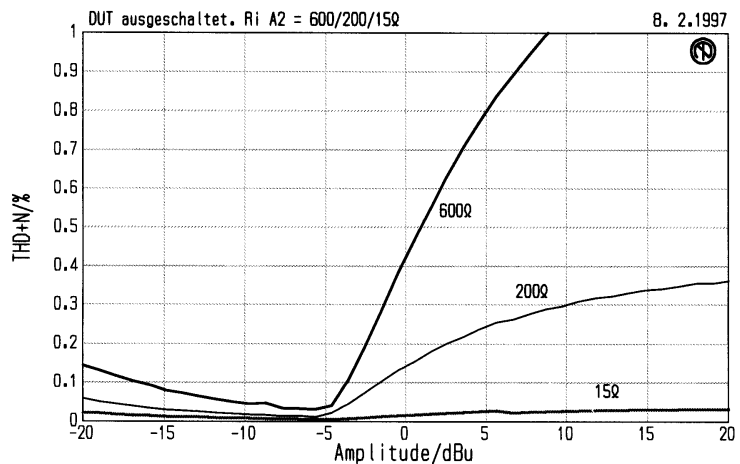

Bild 12 Ausgeschalteter Prüfling
**Bild 12** zeigt einen THD+N Amplitudensweep eines solchen Gerätes, vor der Umrüstung mit einem Serienwiderstand im Eingang. Im entsprechenden Studio wurden allerdings auch die DAT Rekorder modifiziert. Da die Ausgangswiderstände dieser Geräte wie erwähnt nicht einfach überbrückbar sind (Entkopplung zu Mute und Aussteuerungsanzeige), wurde einfach ein weiterer 5532 intern vor die Ausgangsbuchsen gesetzt. Dabei zeigte sich, daß weder Frequenzgang noch Rauschabstand noch Klirrfaktor im normalen Betrieb eine Änderung erfuhren.
Eine englische Studiozeitschrift prüft übrigens alle Geräte auch auf den Belastungsfall im ausgeschalteten Zustand, um entsprechende Ausreißer zu brandmarken. Das kann auch der A2 Besitzer jederzeit: Internen Generatorwiderstand auf 600 Ohm, Prüfling ausgeschaltet angeschlossen, das A2 Ausgangskabel auf den Eingang des A2 splitten, und einen Amplitudensweep im THD+N Modus starten (so entstand auch **Bild 12**).